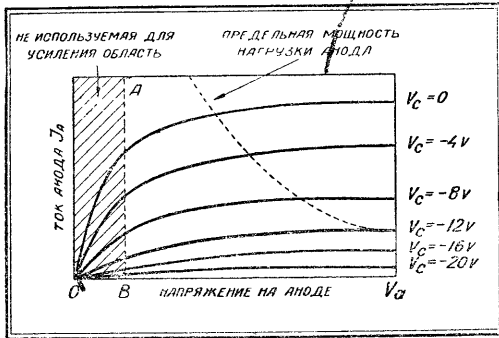
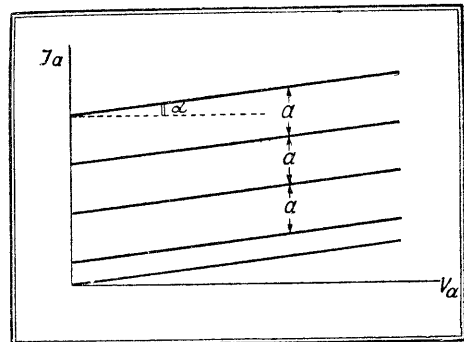
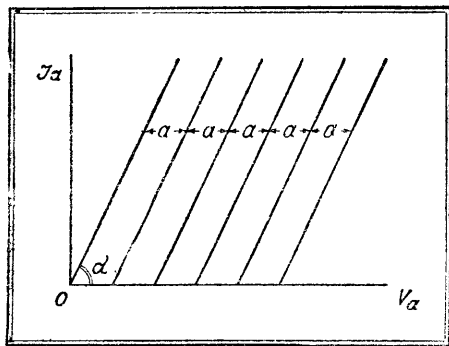

Рис. 1
Рис. 2
Рис. 3
Все недостатки, присущие пентоду, вытекают непосредственно из свойств его характеристик, почему мы их здесь с этой точки зрения и рассмотрим. На рис. 1 показаны типичные характеристики мощного пентода для зависимости тока анода I_a от напряжения на аноде V_a для постоянных отрицательных напряжений на управляющей сетке V_c . Основные недостатки этого вида характеристик, вернее ламп ими обладающих, следующие:
2. Непрямолинейность или изогнутость характеристик в рабочих областях (вправо от линии АВ). Изогнутость ламповых характеристик обозначает непостоянство величин крутизны (S) и внутреннего сопротивления (R_1) лампы при изменении рабочего напряжения на аноде в процессе усиления. Это значительно затрудняет выбор рабочего режима лампы для получения усиления с минимумом искажений.
3. Неодинаковость расстояний между отдельными характеристиками (рис. 1), отличающимися на равные величины напряжений на управляющей сетке. Это приводит к значительным искажениям при усилении и заставляет для получения от пентода удовлетворительных результатов очень тщательно подбирать рабочие режимы и сопротивление нагрузки в анодной цепи. Идеальными характеристиками пентода были бы характеристики, показанные на рис. 2, точно так же как для триода идеальными характеристиками являются характеристики, показанные на рис. 3. Конечно практически получить характеристики такого